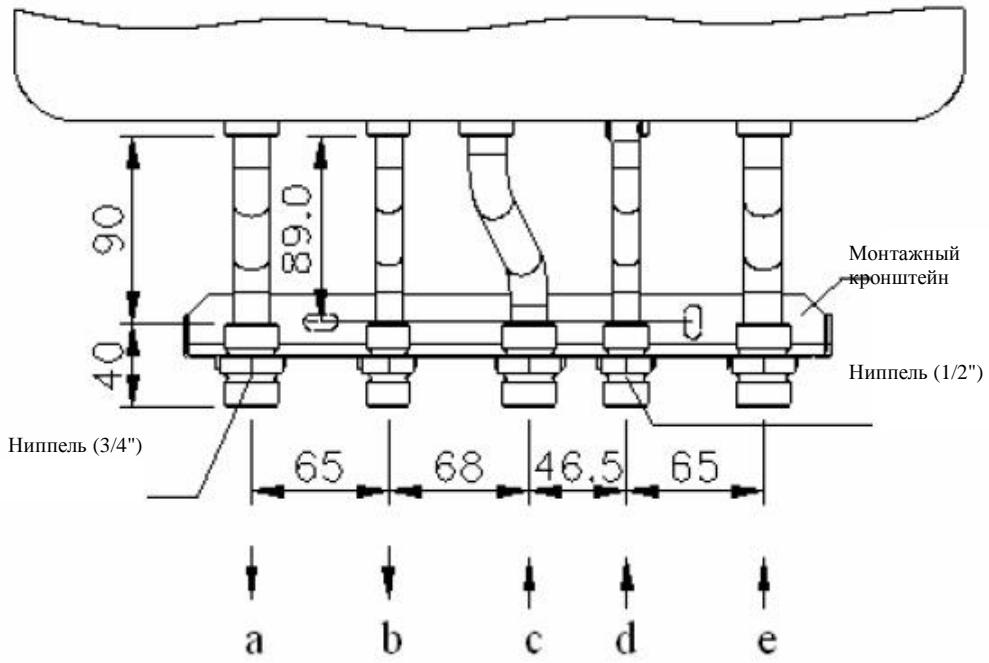

Рис. 19
- Подключение газа и воды между установленным на стене крепежным кронштейном и котлом производится при помощи патрубков и ниппелей, как показано на рисунке ниже (Рис. 19).